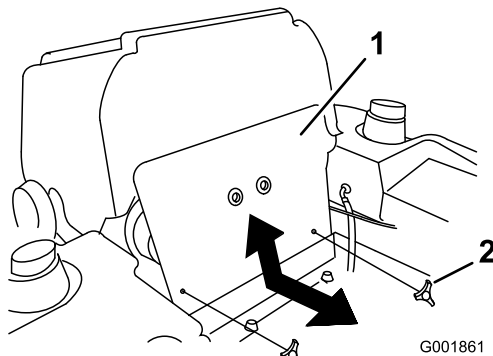

Figure 70
3. Basculez le siège en avant et déposez le panneau avant du moteur (Figure 70).
7. Posez le panneau avant du moteur (Figure 70).